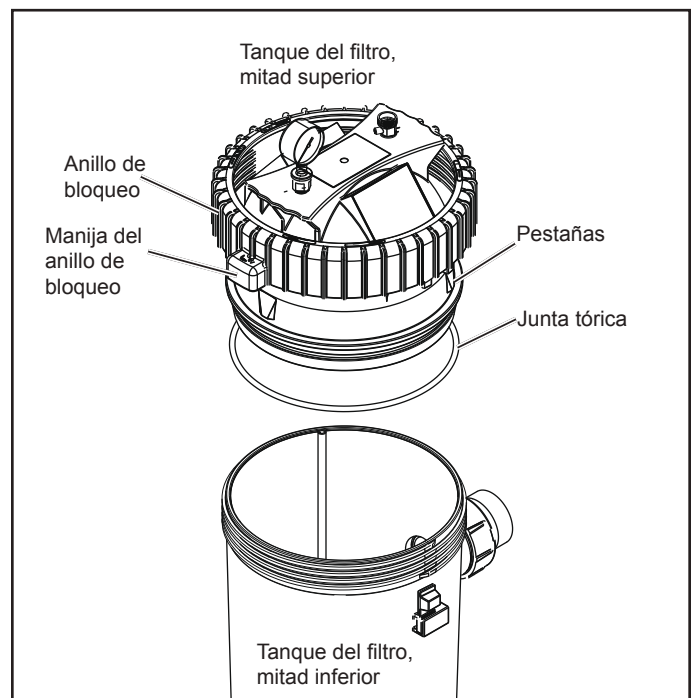

Figura 4. Anillo de bloqueo
1. Asegúrese de que la junta tórica esté en posición en la mitad superior del tanque. Presione la tapa del filtro sobre la mitad inferior hasta que se asiente. Resultará de ayuda para la instalación lubricar la junta tórica con un lubricante con base de silicona. Consulte la Figura 4.